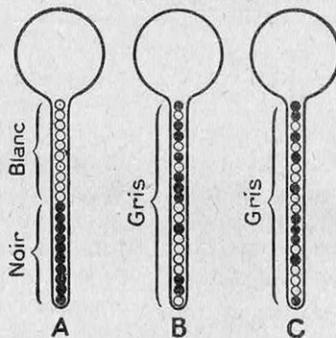

FIG. 7. — CE QUE C'EST QUE L'IRRÉVERSIBILITÉ
casion de rappeler que le principe de Carnot n'a qu'une valeur de moyenne, comme l'a démontré Boltzmann ; en d'autres termes, que les phénomènes s'écoulent dans un sens bien défini, d'une façon irréversible, si le système dont ils sont le siège est suffisamment complexe. Pour bien faire comprendre cette idée fondamentale, nous allons emprunter une comparaison fort suggestive au physicien suisse contemporain Charles-Eugène Guye. Plaçons dans un tube de verre vingt grains, qui ne diffèrent que par la couleur, les dix grains noirs en bas et les dix grains blancs en haut (fig. 7, A) ;
retournons l'appareil et agitions-le, puis replaçons-le dans sa position première ; le tube apparaît comme « uniformément gris » (fig. 7, B), et il le restera après d'autres agitations (fig. 7, C). Dans le cas de vingt grains, un calcul assez simple montre qu'on a à peu près une chance sur deux cent mille (1) de réobtenir par agitation l'apparence initiale (A). C'est pour une raison analogue que le vin mélangé à l'eau le reste indéfiniment : l'eau rougie est incapable de se « fractionner » d'elle-même en vin et en eau ; naturellement, comme les particules sont infiniment plus nombreuses, la probabilité d'une séparation spontanée est beaucoup plus faible, comparable, par exemple, à la possibilité de retrouver les cinq actes du *Misanthrope* en tirant au hasard les lettres dans un chapeau !